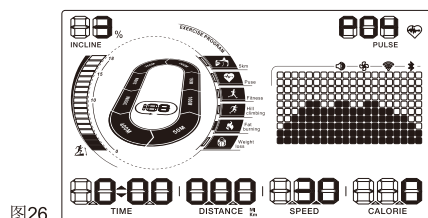

图26
2. 我们为您在面板上设置了燃脂训练程式快捷键 。（图26所示）